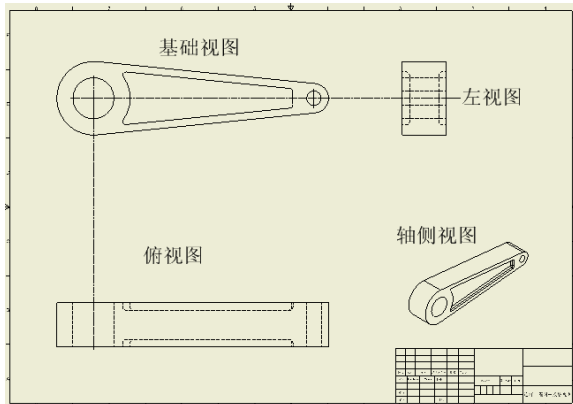

图 5-9 利用一个基础视图创建三个投影视图
创建了基础视图以后，可以利用一角投影法或者三角投影法创建投影视图。在创建投影视图以前，必须首先创建一个基础视图。图 5-9 中所示为利用一个基础视图创建三个投影视图，即
(1) 单击【放置视图】标签栏【创建】面板中的【投影视图】工具按钮，用左键单击图纸上的一个基础视图。
(2) 向不同的方向拖动鼠标以预览不同方向的投影视图。如果竖直向上或者向下拖动鼠标，则可以创建仰视图或者俯视图，如图 5-9 中的俯视图；水平向左或者向右拖动鼠标则可以创建左视图或者右视图，如图 5-9 中的左视图；如果向图纸的四个角落处拖动则可以创建轴侧视图，如图 5-9 中的轴侧视图。
(3) 确定投影视图的形式和位置以后，单击鼠标左键，指定投影视图的位置。
(4) 此时在鼠标单击的位置处出现一个矩形轮廓，单击右键，在打开菜单中选择【创建】选项，则在矩形轮廓内部创建投影视图。创建完毕后矩形轮廓自动消失。